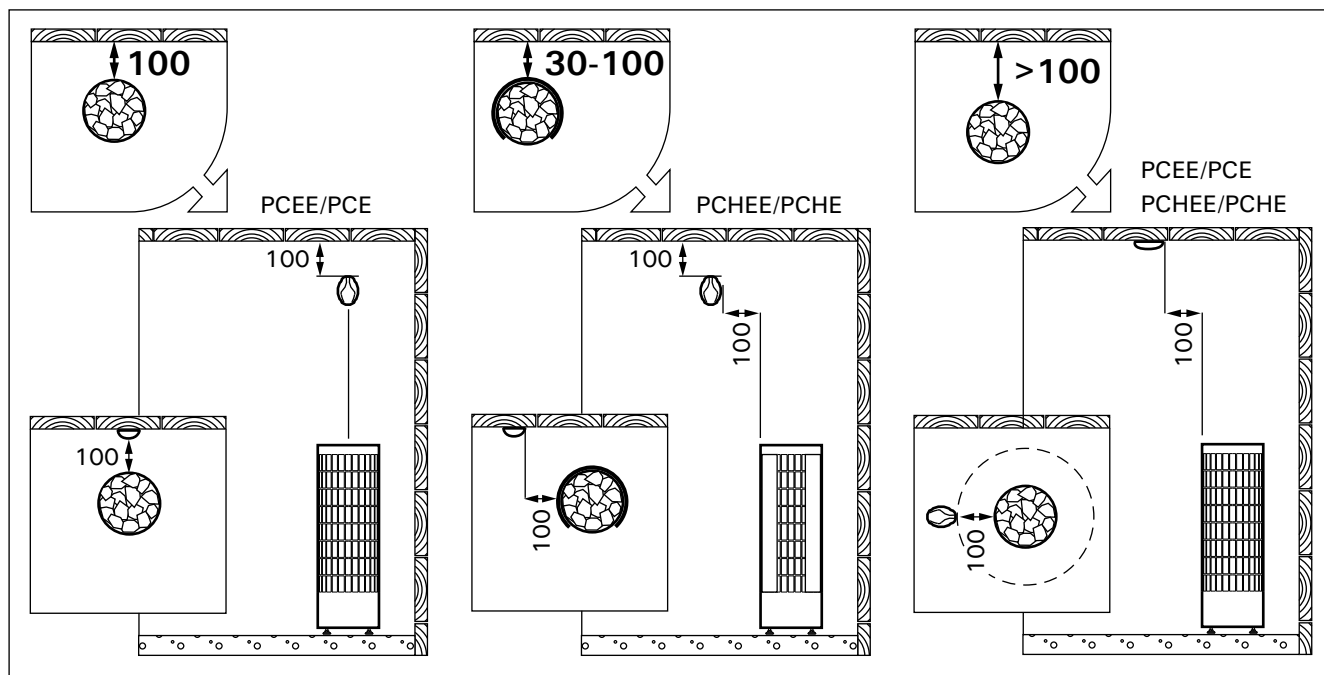

Рисунок 6. Установка температурного датчика (все размеры приведены в миллиметрах)
- **PCEE:** Установите датчик на стену сауны, как показано на рис. 6. Вставьте кабель датчика в разъем нагревателя по принципу цветового соответствия.
- **PC-E:** Установите датчик (WX247 поставляется вместе с каменкой) на стену сауны, как показано на рис. 6.
**Датчик следует устанавливать в место, указанное в данной инструкции (рис. 6). Если не соблю-**
- Peale vooluvarustuse hendusklemmide on PC-kerised varustatud hendusega (P), mis võimaldab kütmist juhtida. Vt. joonis 5. Kütmise juhtimise kaabel on toodud otse kerise henduskarpi ning sealt kerise terminaaliblokki piki sama ja medusega kummiisolatsiooniga kaablit, mis henduskaabelgi.